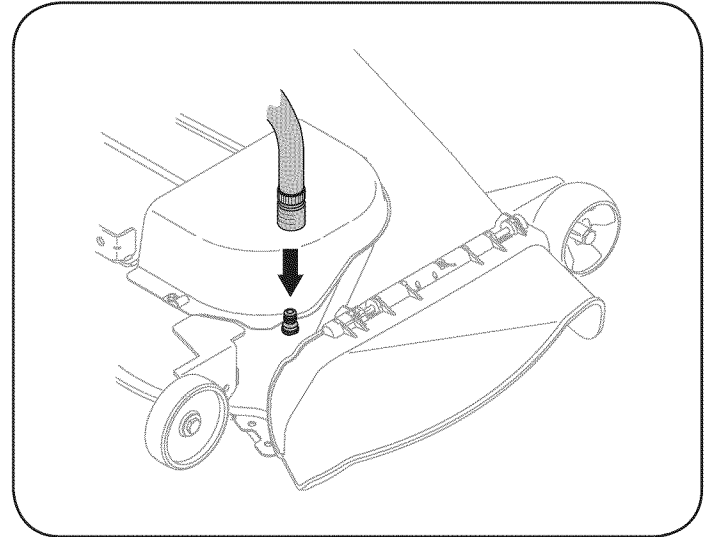

Figura 19
4. Una el acople de la manguera al puerto de agua que se encuentra en la superficie de la plataforma. Vea la Figura 19.